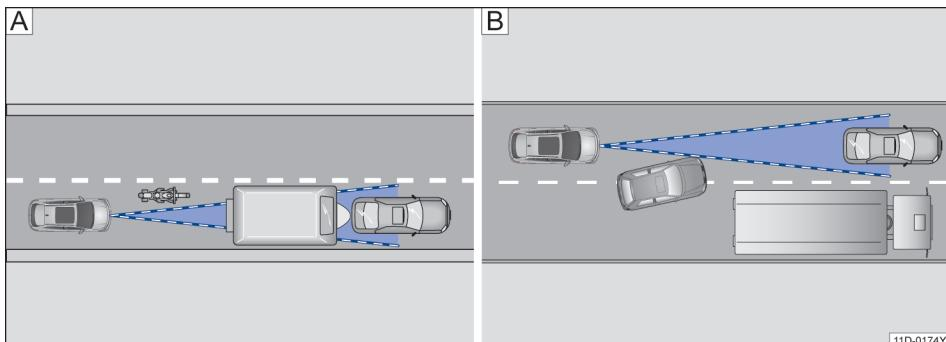

图 100 [A]. 前方行驶的摩托车处在雷达传感器探测范围外 [B]. 变换车道
- 不在传感器作用范围内、与本车辆相距较近行驶的机动车，如摩托车→ 图 100 [A]。
- 在本车前方近处切换到本车所在车道的车辆→ 图 100 [B]。